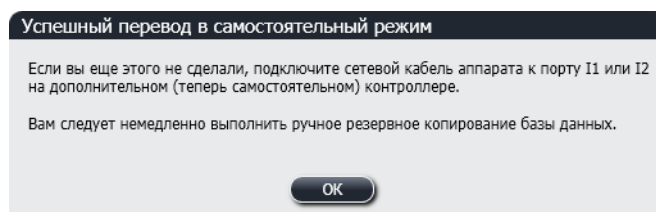

Рисунок 155: Диалог — успешный перевод в самостоятельный режим
7. Дождитесь, когда система сообщит об успешном переводе в самостоятельный режим (см. Рисунок 155), после чего перезапустите клинический клиент и войдите в систему как обычно.